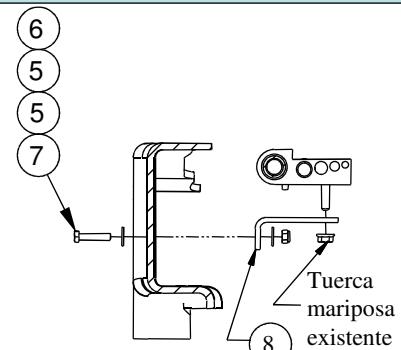

**Figura 1a**
2. **Para modelos de motor de gas 2011 y posteriores únicamente.** El tubo de vapor que va a lo largo del costado interior del larguero del bastidor del costado del conductor se debe volver a instalar antes de instalar el soporte del costado del conductor. Ver Figura 1a. Quite la tuerca mariposa del exterior del bastidor y guarde para uso posterior. Ver Figura 1b. Rote todos los tubos hacia arriba y afuera del camino. Instale el soporte en L (8) con piezas de 1/4" (5) (6) (7) , como se muestra en la Figura 1c. Apriete el soporte en L (8) al bastidor, pero deje el retenedor del tubo suelto para ayudar en la instalación del soporte.